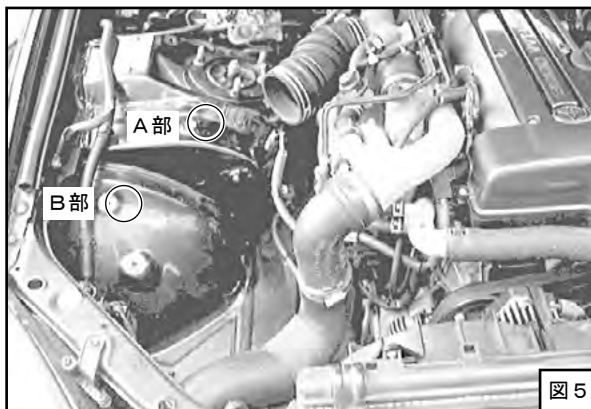
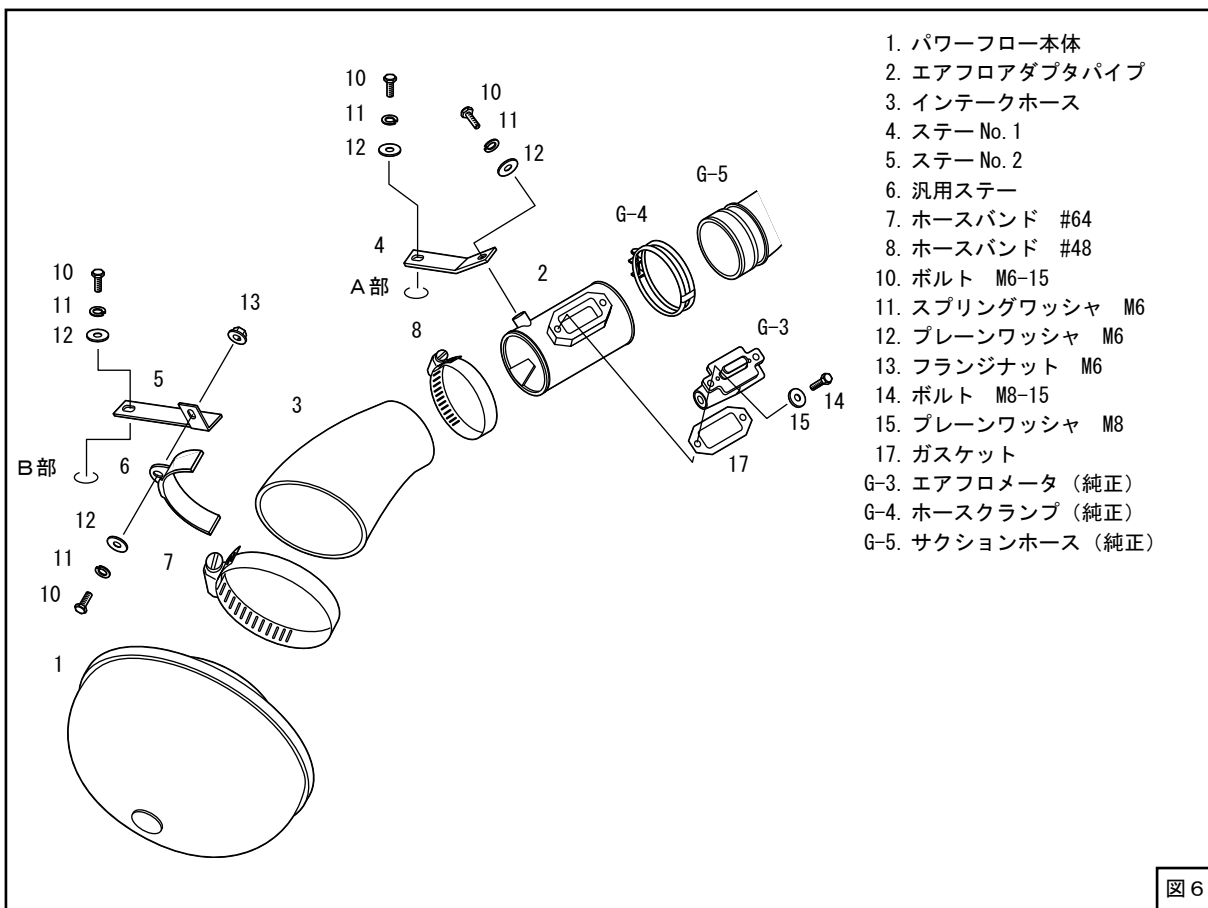

図5
図6
(4) 図5のA部にステーNo.1を、B部にステーNo.2をそれぞれ仮付けして下さい。(図5、図6)
(5) エアフロアダプターパイプにエアフロメータを取付けてください。エアフロメータを固定する際、ボルト(図6/M8-15)を締めすぎないようにしてください。締めすぎるとエアフロメータが変形又は破損する場合があります。(締付けトルク 3.0 ~ 4.0N・m { 0.3 ~ 0.4 kg・m }) (図6)
(6) キットパーツを仮付けして下さい。(図6、図7)